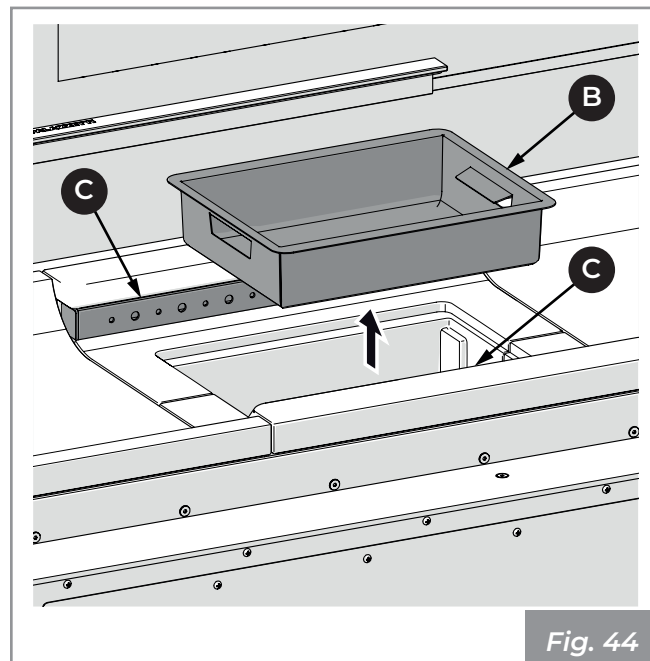

Fig. 44
- 2) Extraer el cajón de cenizas (B) de la base y aspirar la ceniza eventual depositada en los compartimientos subyacentes (Fig. 44).
- 3) Aspirar los orificios delanteros y traseros (C) del distribuidor de aire comburente para evitar acumulaciones de cenizas (Fig. 44).